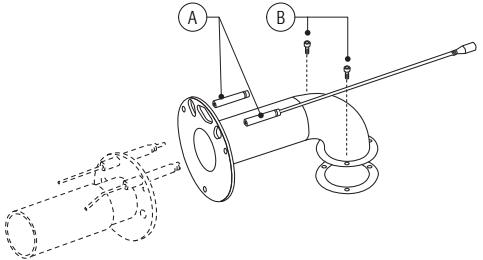

Fig. 6.c
- en utilisant un pinceau, brosser le ventilateur (Fig. 6.g).